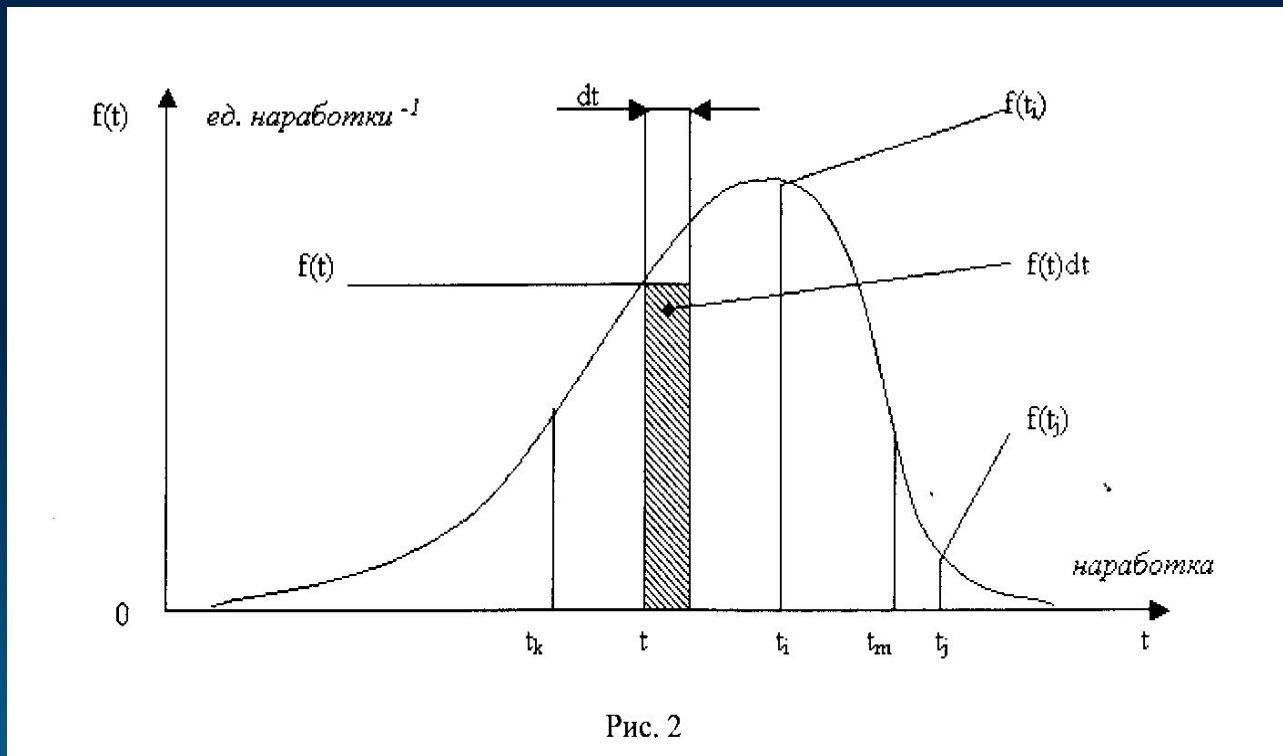

Рис. 2
Вероятностное определение ПРО следует из (10) при стремлении интервала наработки и увеличения объема выборки $N \rightarrow \infty$ ПРО по существу является плотностью распределения (плотностью вероятности) случайной величины T наработки объекта до отказа. Поскольку $Q(t)$ является неубывающей функцией своего аргумента, то $f(t) > 0$. Один из возможных видов графика $f(t)$ приведен на рис. 2.
Как видно из рис.2, ПРО $f(t)$ характеризует частоту отказов (или приведенную ВО), с которой распределяются конкретные значения наработок всех N объектов (t_1, \dots, t_N) , составляющие случайную величину наработки T до отказа объекта данного типа.